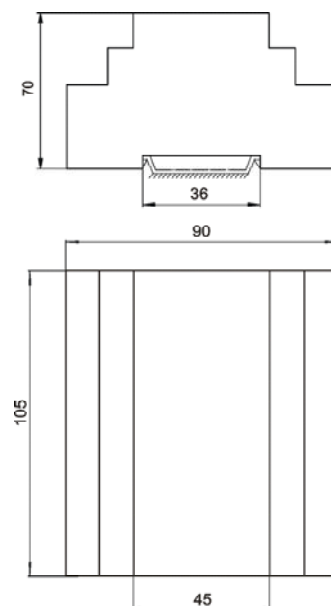

Рис.1 Габаритные и установочные
3.40.Габаритные и установочные размеры БУАВР приведены на рис. 1.
- 4.4. Габаритные и установочные размеры БУАВР приведены на рис. 1.